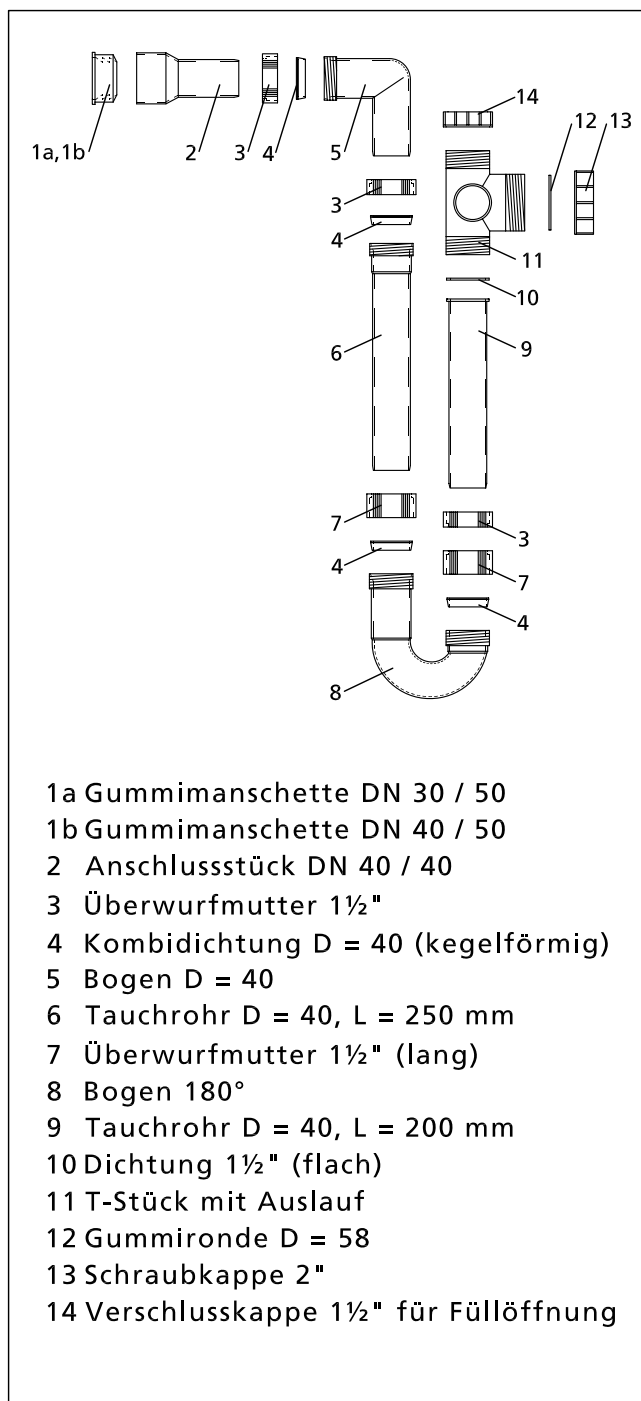

Bild 1
Der Siphon Typ AK-D ist ein füllbarer Siphon zur Entwässerung von RLT-Geräten im Bereich der Kühler, Befeuchter oder anderer Nassbereiche mit Überdruck gegenüber der Umgebung. Unter Berücksichtigung eines Zuschlages mit dem Faktor 1,5 für Druckstöße im Anlagenbetrieb (schnellschliessende Klappen etc.) sind die Schenkelhöhen für einen max. Überdruck von 1.630 Pa ausreichend. Bei höheren Drücken ist eine Verlängerung der beiden Tauchrohre (6) und (9) möglich. Im Bedarfsfall bitte gesondert bestellen (Bild 1).
Der Zusammenbau geht aus Bild 1 hervor. Bei der Montage ist darauf zu achten, dass die Rohre immer bis zum Anschlag in die Muffen gesteckt werden.